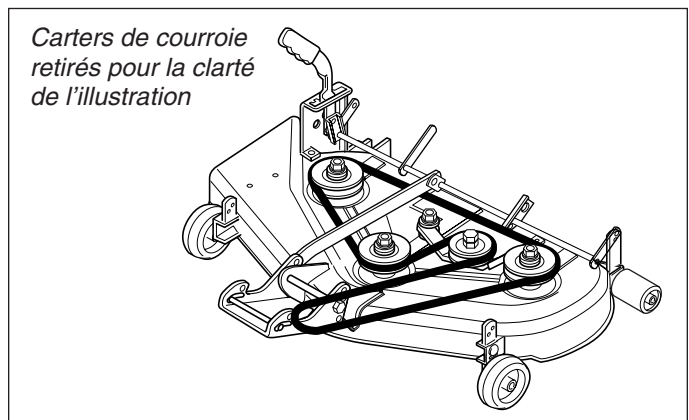

Figure 32. Configuration de la courroie de tondeuse de 112 cm
5. Retirer la courroie usée et installer la nouvelle courroie sur les poulies, comme illustré à la figure 32.